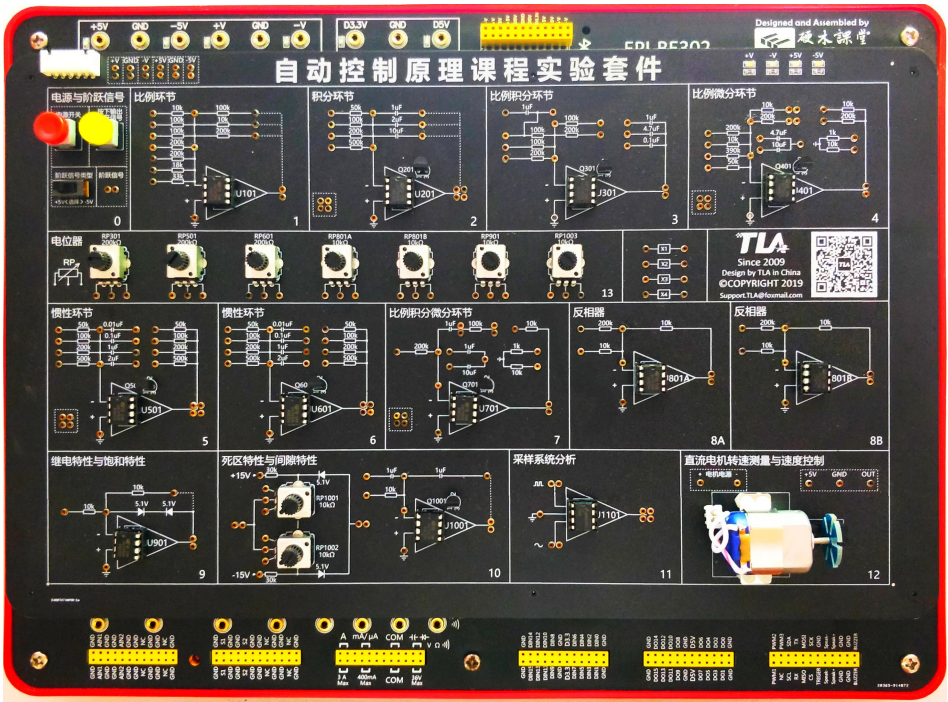

图 1-1 安装课程板卡并紧固螺丝
(1) 将实验课程板卡通过底部的螺栓端子与底座的磁吸柱吸合，如图 1-1 所示。
- (1) 产品质检时，工厂均会安装并紧固螺栓。
- (2) 随产品批次及版本更新，产品形态可能会和图 1-1 所示不同。